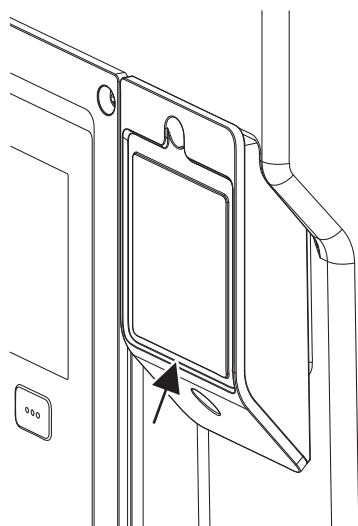

Fig. 27: Крышка модуля Wilo-Smart Connect BT
1. Вывернуть винт крышки модуля Wilo-Smart Connect (Fig. 27) и открыть крышку.
Конструкция модуля Wilo-Smart Connect BT позволяет вставлять его только определенным образом. Модуль дополнительно не самофиксируется. Крышка модуля Wilo-Smart Connect (Fig. 27) на верхней части электронного модуля прочно удерживает модуль в интерфейсе.